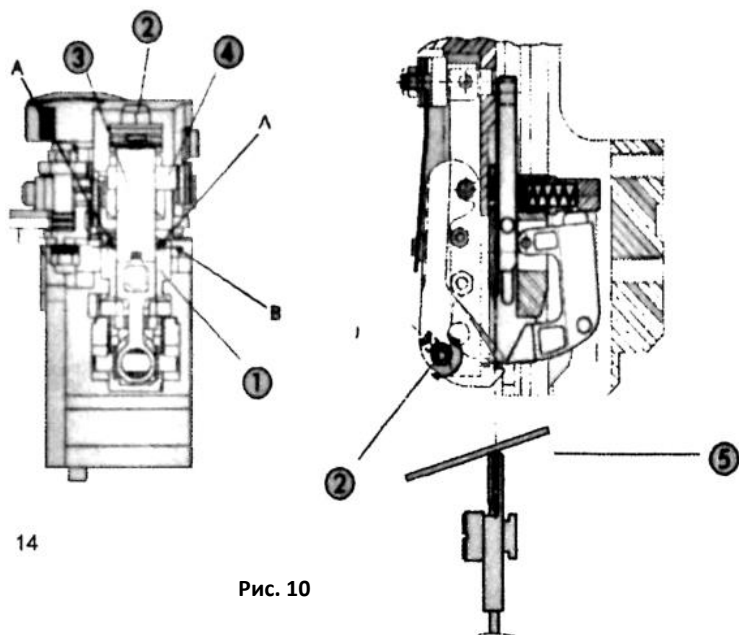

Рис. 10
- Настройка формирующего узла (Рис. 10)